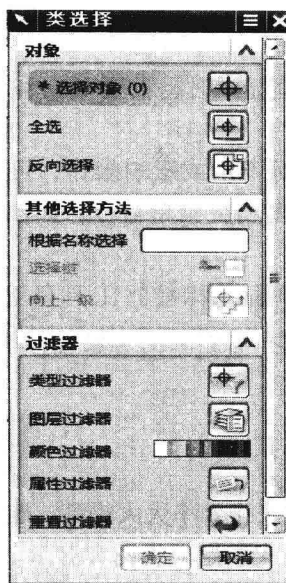

图 1-15 通过【类选择】对话框进行类型筛选
- 2) 通过【类选择】对话框进行类型筛选。图 1-15 所示为【类选择】对话框。
(3) 对象的删除 选择【编辑】|【删除】命令或单击【标准】工具条上的【删除】按钮，将弹出【类选择】对话框，如图 1-15 所示，选择需删除的对象后，单击【确定】按钮删除对象。